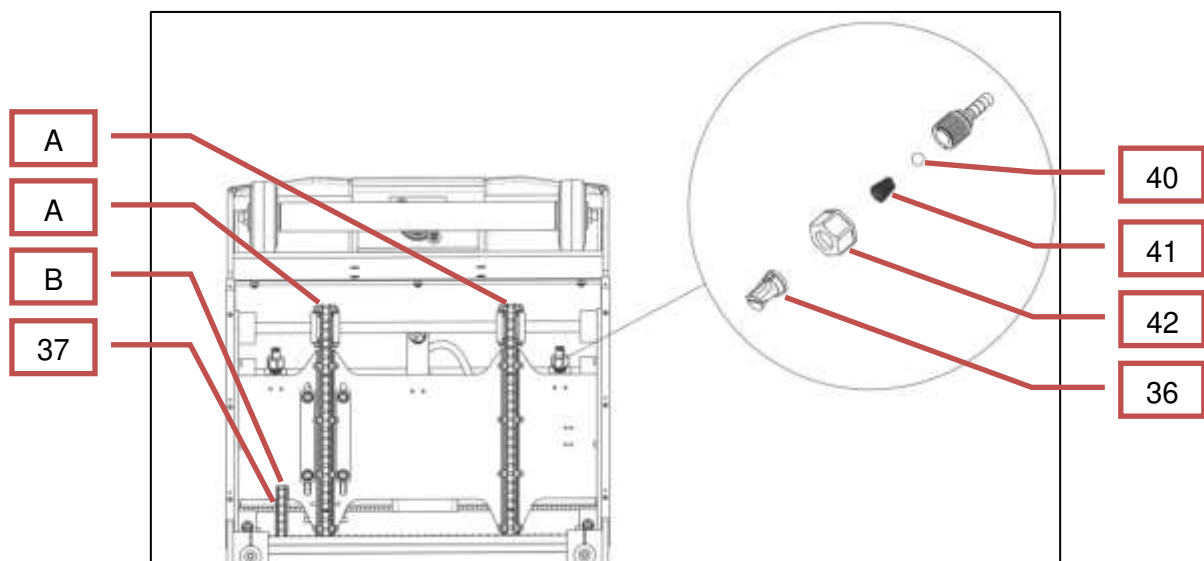

Imagen 21: Accionamiento por cadena / boquillas pulverizadoras
- Los mismos trabajos de mantenimiento que tras 30 horas de servicio pero, además, comprobar las cadenas (35) y los piñones (37) y, en caso de desgaste, cambiarlas (ver imagen 21: Accionamiento por cadena / boquillas pulverizadoras).
(Ver imagen 21: Accionamiento por cadena / boquillas pulverizadoras)
(ver imagen 21: Accionamiento por cadena / boquillas pulverizadoras)